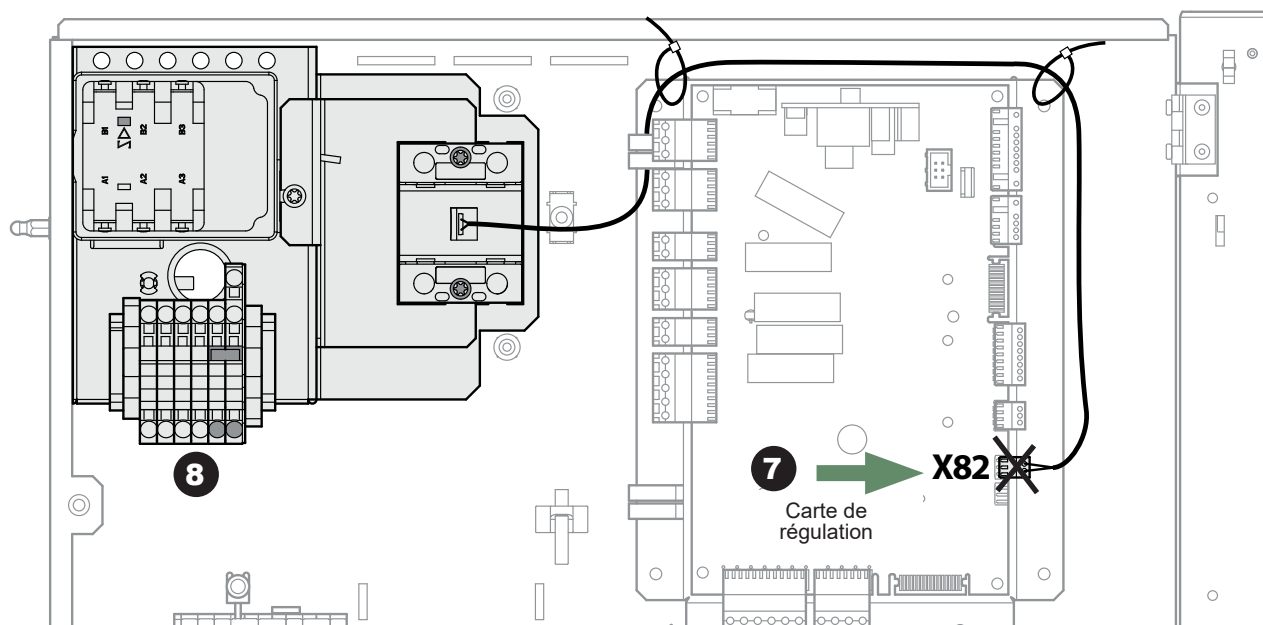

fig. 8 - Déconnection de l'appoint électrique triphasé
- **7** - Déconnecter le connecteur **X82** (appoint électrique triphasé, voir fig. 8).